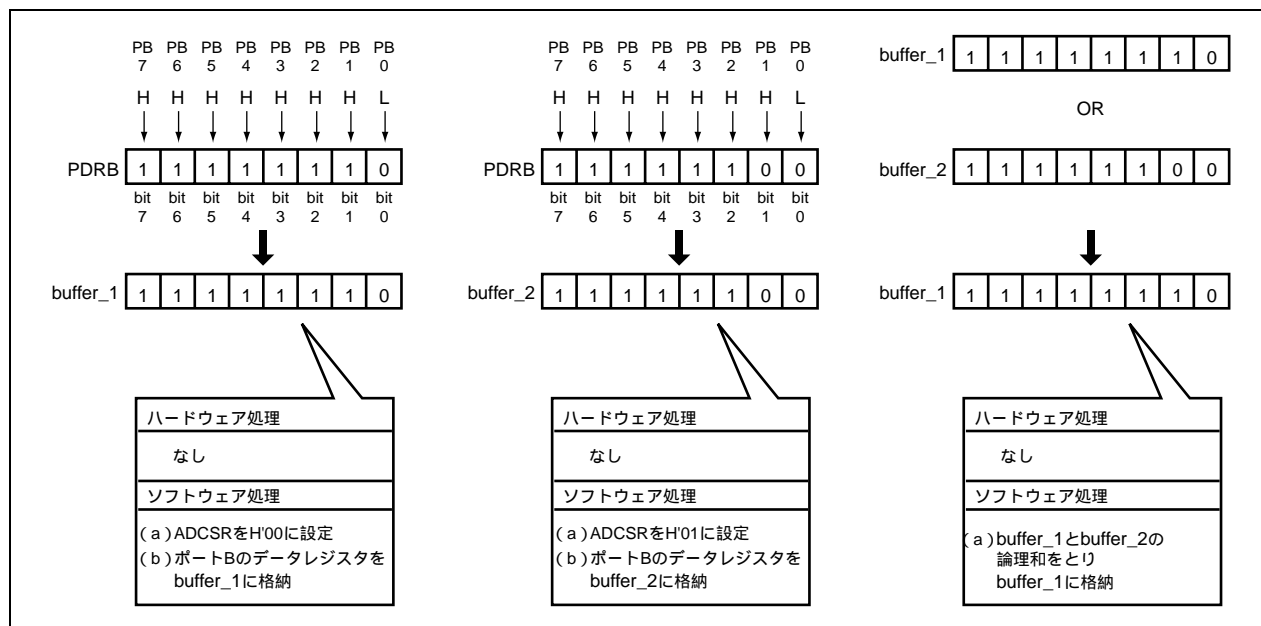

図 3.1 ポート B の 8 ビットパラレル入力動作の動作説明
1. 図 3.1 に示すようなソフトウェア処理によりポート B のパラレル入力を行います。本例は、図 3.1 の左から右の順番で実行します。